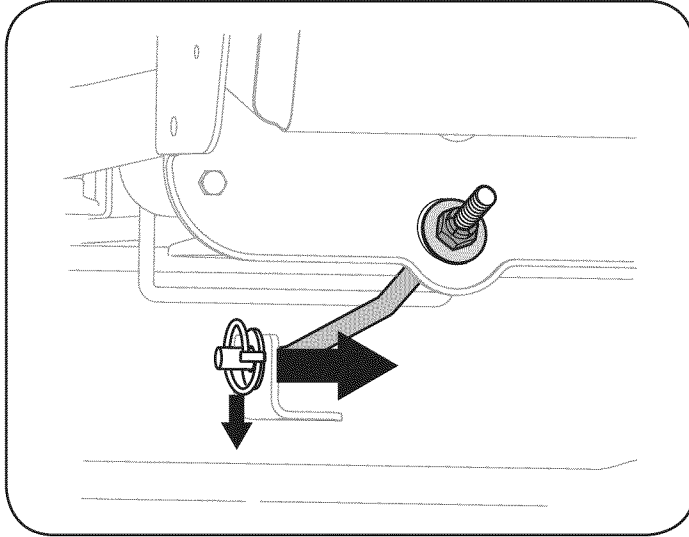

Figura 13
- Saque el pasador de chaveta del extremo de la varilla estabilizadora y deslice el estabilizador fuera de la ménsula de suspensión de la plataforma. Vea la Figura 13.
- a. Con la plataforma debajo del bastidor de la cortadora, sujete la varilla estabilizadora. Vea la Figura 13.